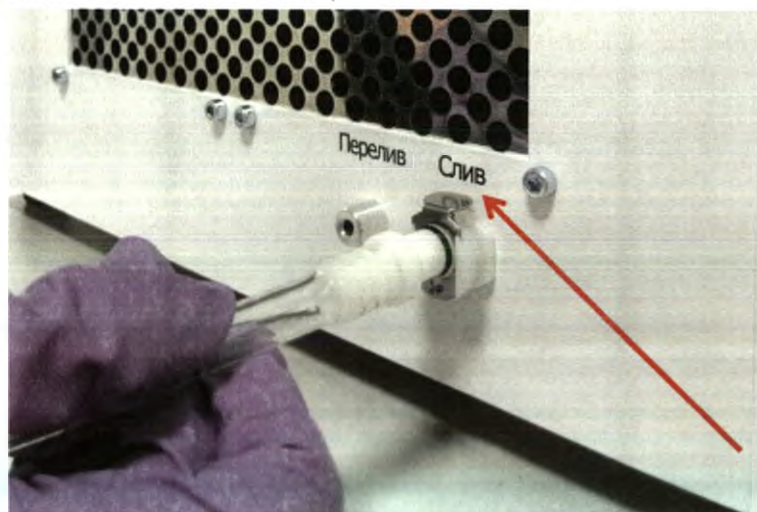

Рис.15.3 – Подсоединение шланга к Прибору
15.8 Подсоединить шланг для слива к прибору в отверстие клапана «Слив» до упора (рис.15.3), подготовив заранее емкость, в которую будет сливаться отработанная охлаждающая жидкость. Емкость должна располагаться ниже сливного отверстия Прибора (объем емкости не менее 5л).
15.9 Далее необходимо изъять шланг из сливного клапана, для этого нажать на металлическую кнопку на отверстии клапана (указано красной стрелкой на рис. 15.3) и вытащить шланг.